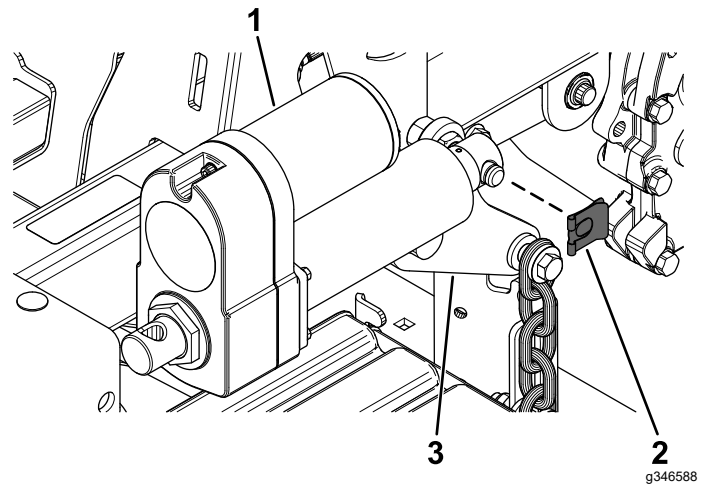

Figura 24
- Prenda o acionador no braço de elevação da plataforma traseiro utilizando o clipe do pino (Figura 24).